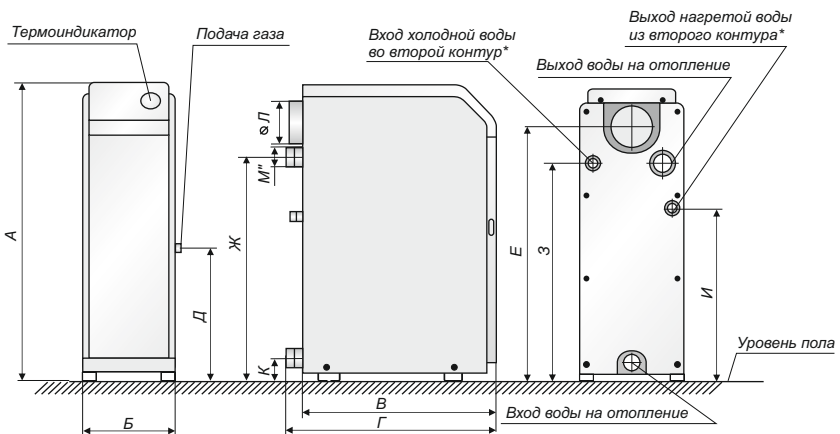

Рис. 2. Габаритные и присоединительные размеры
Для установки ТЭНа необходимо слить воду из котла (системы отопления), открутить заглушку (рис.2 поз. 11) и установить на ее место ТЭН с характеристиками, соответствующими таблице 3. Залить воду в котел (систему отопления). Перед запуском котла проверить герметичность установки ТЭНа.
6.8. При установке котла в систему отопления с открытым расширительным сосудом установка датчика перегрева (п.19, рис.2) не требуется, при условии, что отказ термостата управления не вызывает опасную ситуацию для пользователя или повреждение котла (ГОСТ Р 51733-2001).